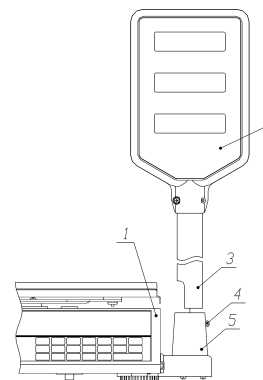

Рис. 6.
- ориентировать ВД поз. 2 согласно рис. 6 - вырезом в стойке поз. 3 к корпусу весов поз. 1.
- вставить выносной дисплей в держатель поз. 5 рис. 6, не допуская изломов и защемления гибких кабелей, до упора.
▪ зафиксировать выносной дисплей с помощью винта поз. 4 рис. 6.